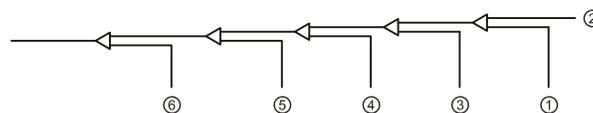

Figura 47
8. Limpie las demás aberturas de la misma manera, al trabajar en secuencia desde la unidad interior A hacia las unidades exteriores. Consulte la Figura 47.